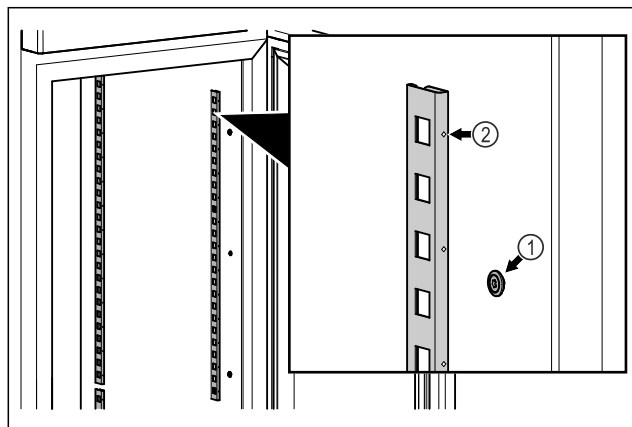

Fig. 48 Примерное изображение
- ▶ Навесьте фиксатор на крепление Fig. 48 (1). Отметка Fig. 48 (2) должна располагаться спереди.